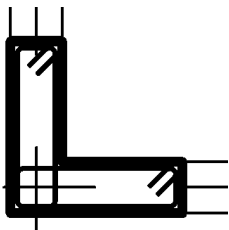

图 13-81 放置钢筋
(5) 在轴线 A 和轴线 1 交点处的结构柱上放置钢筋，按空格键调整钢筋方向，结果如图 13-81 所示。